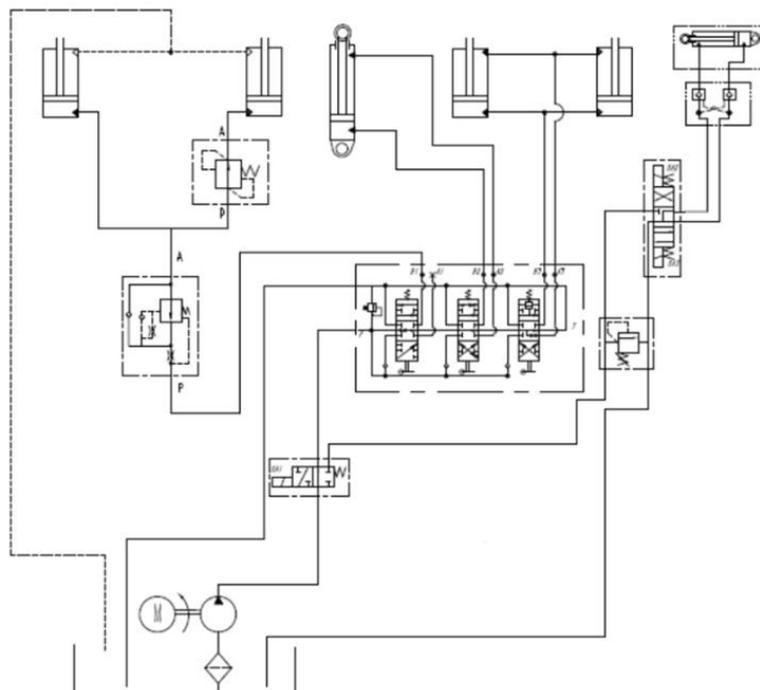

Рис. 5.3.1.1.
(3). Добавить регулировочную прокладку между головкой штока поршня цилиндра, которая останавливается перед движением, и верхней балкой внутренней мачты (как показано на Рис. 5-3-1). Отрегулировать толщину прокладки в диапазоне 0,1~0,5 мм.